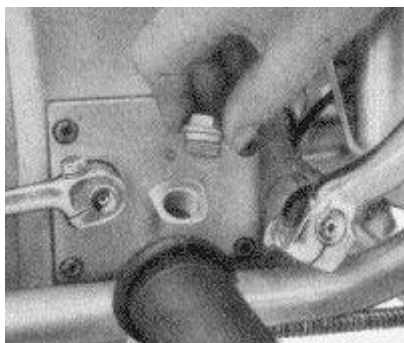

Bild 61. Ölstand im Getriebe prüfen
- ob der Ölstand im Getriebe bis an die Gewindegänge im Öleinfüllstutzen reicht (**Bild 61**),